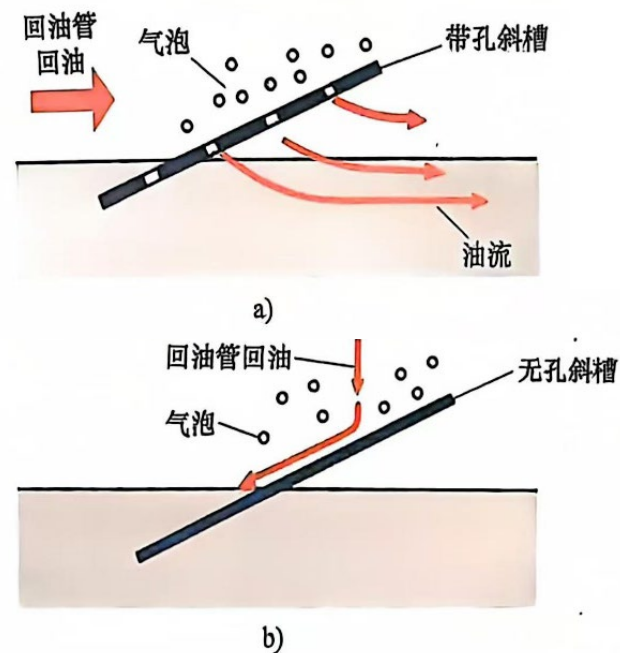

图7-18 油箱中的排气斜槽
1) 吸油管和回油管应尽量相距远些，两管之间要用隔板隔开，以增加油液的循环距离，使油液有足够的时间分离气泡、沉淀杂质和消散热量。隔板高度最好为箱内油面高度的 $\frac{3}{4}$ 。吸油管入口处要装粗过滤器。粗过滤器与回油管管端在油面最低时仍应没在油中，防止吸油时卷吸空气或回油冲入油箱时搅动油面而混入气泡。回油管管端宜斜切 45° ，以增大出油口截面积，减慢出口处的油液速度。此外，应使回油管斜切口面对箱壁，以利油液散热。当回油管排回的油量很大时，宜使它出口处高出油面，向一个带孔或不带孔的斜槽（倾角为 $5^\circ\sim 15^\circ$ ）排油，使油流散开，一方面可减慢流速，另一方面可排走油液中的空气（见图7-18）。减慢回油流速、减少它的冲击搅拌作用，也可以采取让它通过扩散室的办法来达到（见图7-19）。泄油管管端也可斜切并面壁，但不可没入油中。管端与箱底、箱壁间距离均不宜小于管径的3倍。粗过滤器距箱底不应小于20mm。